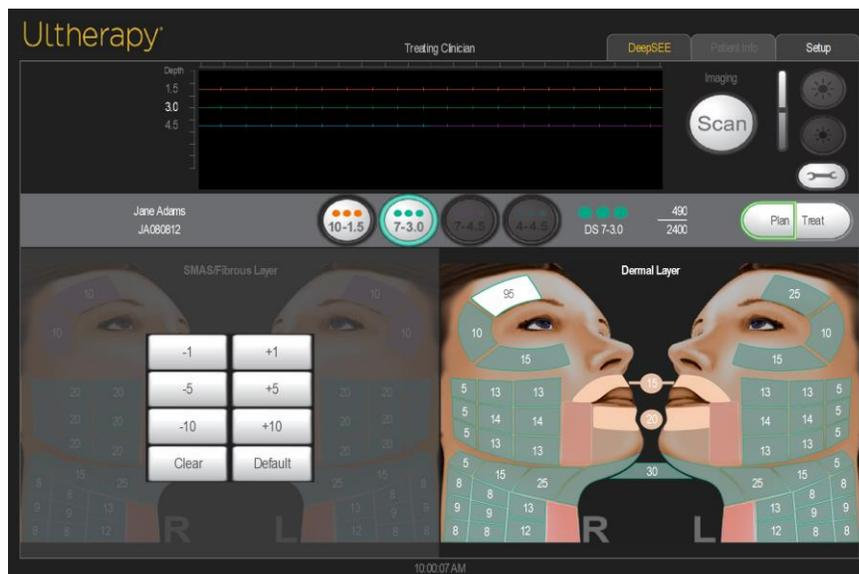

Figura 7.14 - Región blanca, tras haber sido actualizada
9. Una vez que el usuario modifique el recuento de líneas de tratamiento para una región usando el mapa de tratamiento, la región seleccionada se mostrará en blanco con el recuento de líneas de tratamiento actualizado, tal como se muestra en la Figura 7.14.